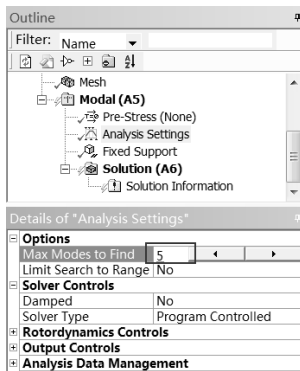

图 6-83 设置模态阶数
Step5：在 Details of “Analysis Settings” 栏 Max Modes to Find 项中输入 5，如图 6-83 所示，输入后按 Enter 键。